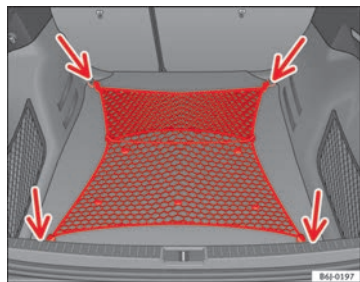

Fig. 95 Filet à bagages déployé
- Accrochez le filet à bagages aux quatre œillets d'arrimage -flèches- → fig. 95.